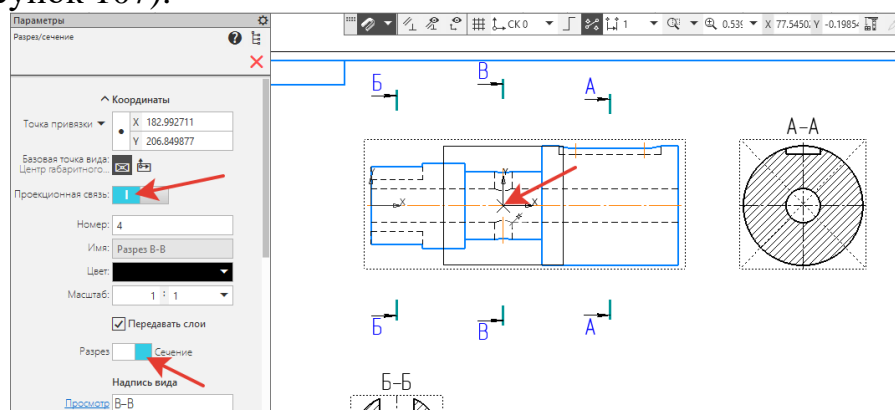

Рисунок 107.
21. **Наложенное сечение.** Выполняется как и предыдущее сечение, за исключением расположения готового сечения – на месте сквозного отверстия на валу (рисунок 107).